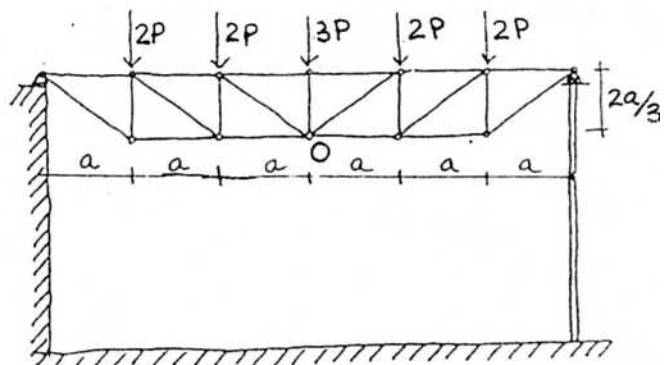

FIGURA 2
**Segundo caso, figura 2 (viga en celosía de acero):**